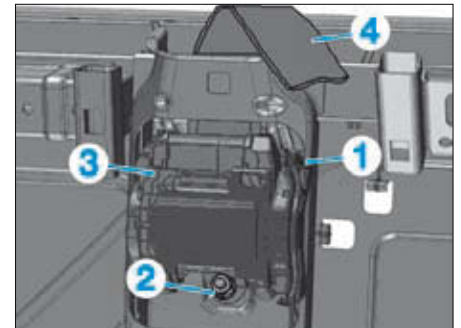

FIG. 33
- Déverrouiller puis ébrancher le connecteur électrique (1) (Fig.33).
- Dévisser l'écrou (2).
- Décrocher le prétensionneur (3) et le déposer.
- Faire sortir la sangle de ceinture (4).